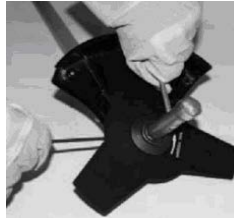

Рисунок 5
- утримуючи стопорний стрижень однією рукою, надійно затягніть гайку трубчастим ключем (з набору інструментів), повертаючи її проти годинникової стрілки (з боку вихідного валу (шпинделя) редуктора) (рисунок 5).